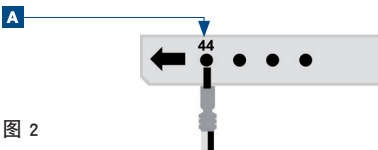

图 2
- 08 将电缆 (黑色/白色) 装入电缆束接头 XE1 中 (图 2)